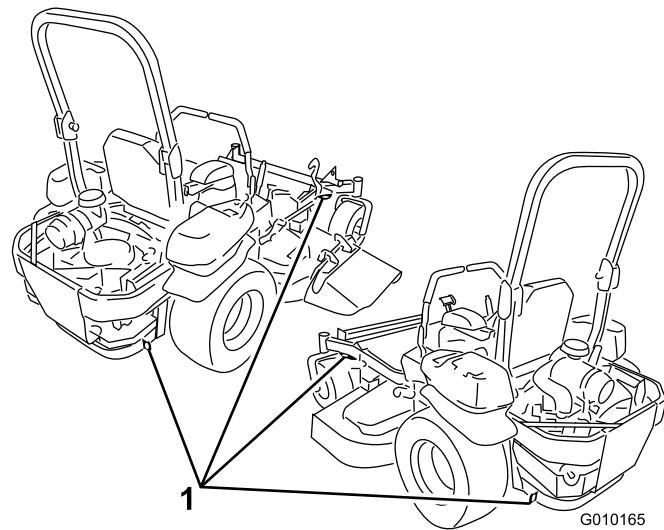

Figura 38
5. Utilizzate gli anelli di ancoraggio metallici sulla macchina per fissare saldamente la macchina al rimorchio o all'autocarro per mezzo di cinghie, catene, cavi o corde (Figura 38).